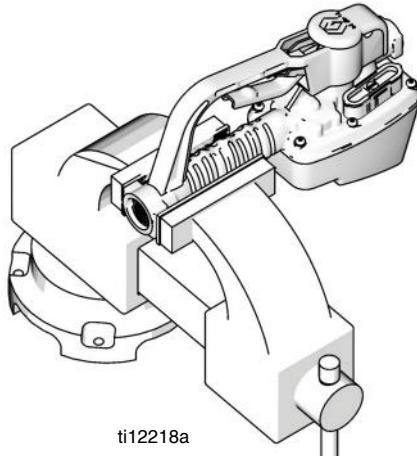

Рис. 4
- Зажмите расходомер в тисках (Рис. 4).